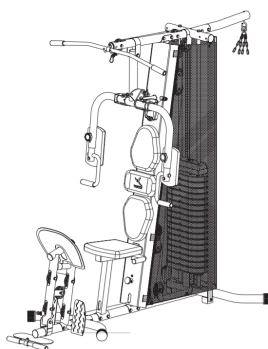

Figura 3.8: Boceto de máquina multiestación
- **Máquina multiestación (Figura 3.8):** Debemos engrasar ligeramente las piezas móviles para evita el rozamiento y que esto produzca que las piezas se dañen. Limpiaremos el asiento para evitar que el tejido se decolore o daño debido al sudor.